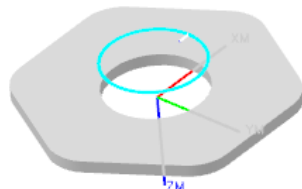

图 8.2.33 刀路轨迹
Step3. 在“INTERNAL_TRIM_FINISH”对话框中单击“生成”按钮 ，在模型区生成的刀路轨迹如图 8.2.33 所示。